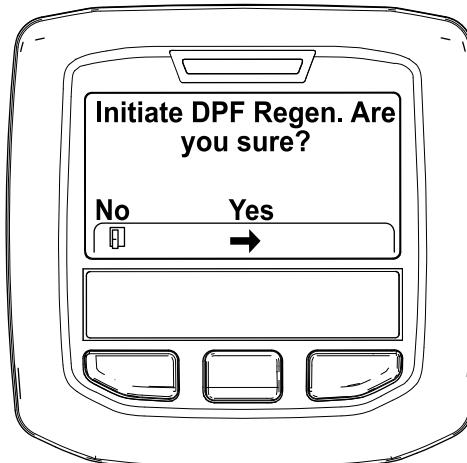

Figura 44
- Quando surgir a mensagem “Initiate DPF Regen. Are you sure?” (Iniciar Regen. DPF. Tem a certeza?), prima o botão central (Figura 44).